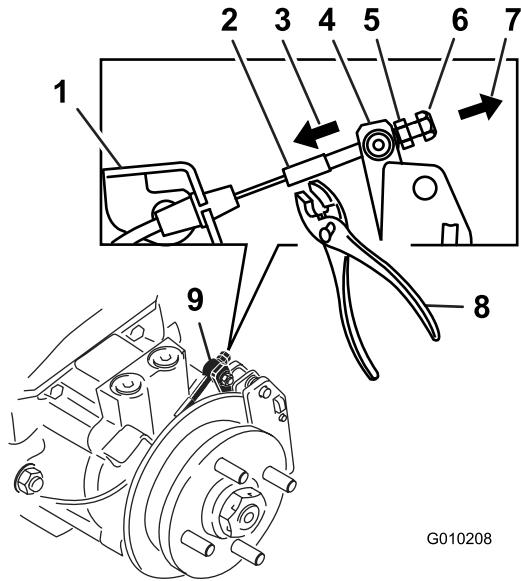

Bild 71
9. Drücken Sie den Bremsbacken-Hebelarm nur mit den Händen und Fingern, damit die Bremsbeläge den Rotor berühren, bis der Hebel stoppt (Bild 71). Achten Sie auf die Reihenfolge der Standardmutter und Sicherungsmutter.
10. Halten Sie den Hebel in der Stopp-Stellung und ziehen Sie gleichzeitig das Kabelgewinde mit der anderen Hand oder den Fingern straff durch den Drehzapfen. Drehen Sie die Standardmutter gegen den Drehzapfen (Bild 71).